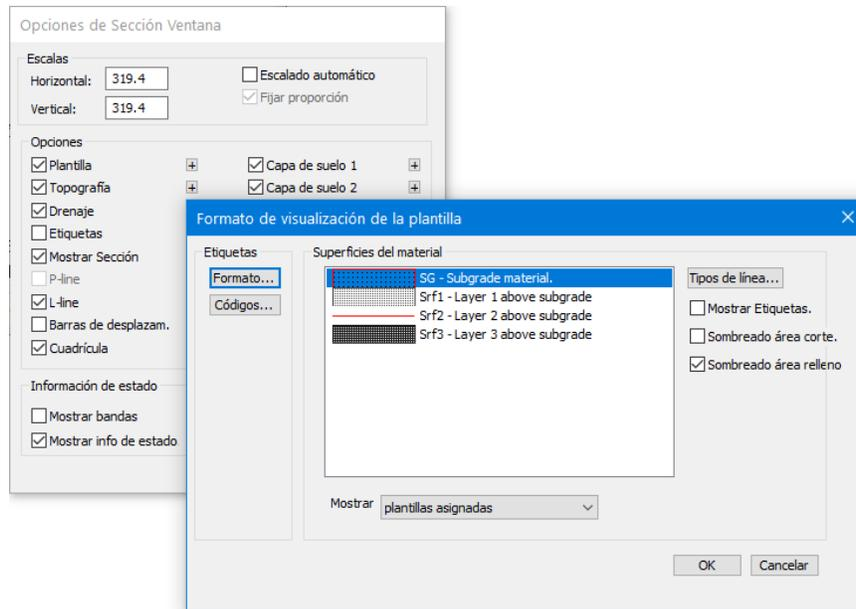

Figura 23-3: Formato de Despliegue de Plantilla
4. Haga clic en el botón  al lado de *Plantillas* para abrir el cuadro de Visualización de plantilla (Figura 23-3).